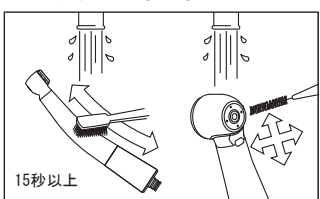

図 19
- 1 ハンドピースに付着した汚れを流水下（38℃以下、3.5L/min以上、飲料水レベルの水質を推奨）でブラシ（金属製は不可）を用いて洗浄します（図19）。